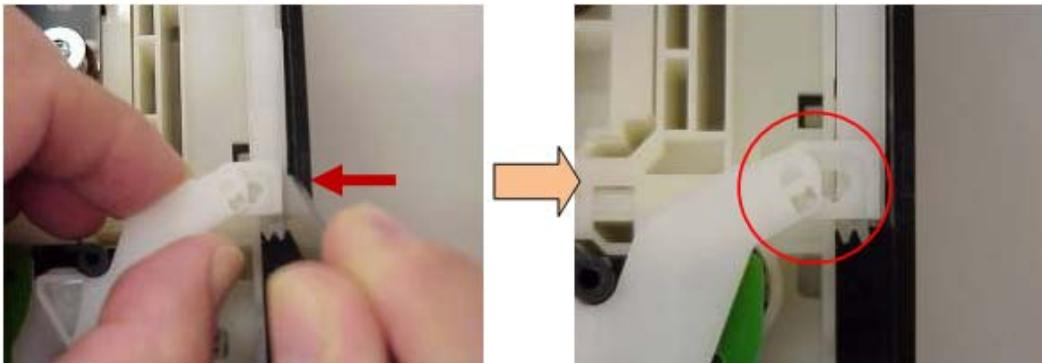

Fig. 1.29
7.3 Conexión con el brazo (D) y el deslizador
Coloque el gancho (cuña) del brazo (I) al orificio del deslizador empujando este como lo indica la imagen. (Fig. 1.29)